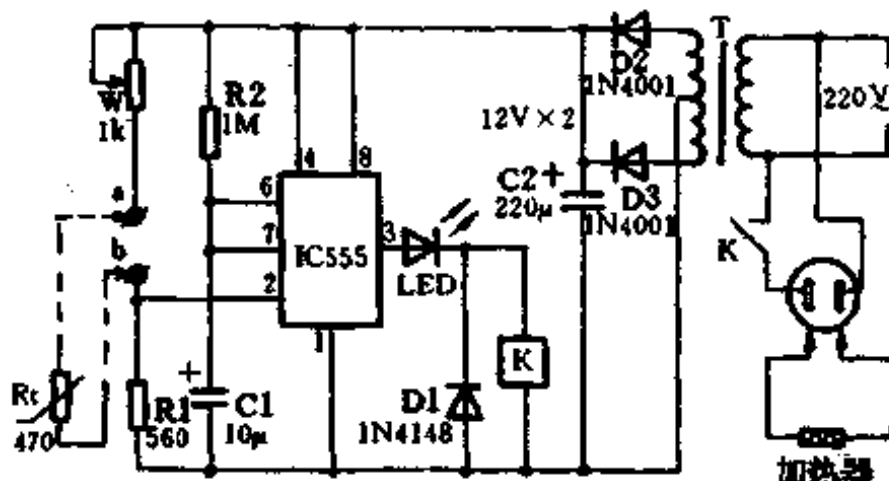

图 1-201
控制器电路见图 1-201 所示。时基电路 IC 接成典型的单稳态电路, 暂态时间为 11s, 平时 IC 处于稳态, ③脚输出低电平, 继电器 K 不动作, 加热器不工作。R_t 是负温度系数热敏电阻器, 当水温下降时, 其电阻值变大。设控制温度为 27 $^{\circ}\text{C}$, 调节电位器 W, 使 $W + R_t = 2R_1$, 因此当水温低于 27 $^{\circ}\text{C}$ 时, $W + R_t > 2R_1$, 即 IC ②脚电平低于 $1/3V_{cc}$, IC 被置位, ③脚输出高